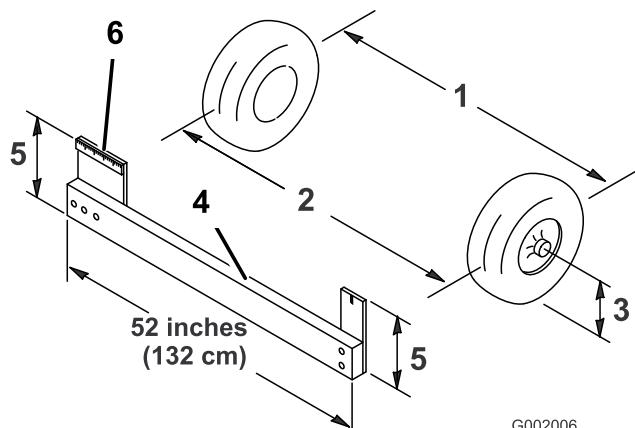

Figura 54
4. Meça a distância entre os pneus dianteiros à altura do eixo na zona dianteira e traseira dos pneus dianteiros (Figura 54). É preciso um objecto imóvel ou um medidor de alinhamento para a medição traseira dos pneus dianteiros à altura do eixo. Utilize o mesmo
objecto ou medidor de alinhamento para obter uma medição precisa da dianteira dos pneus dianteiros à altura do eixo (Figura 54).